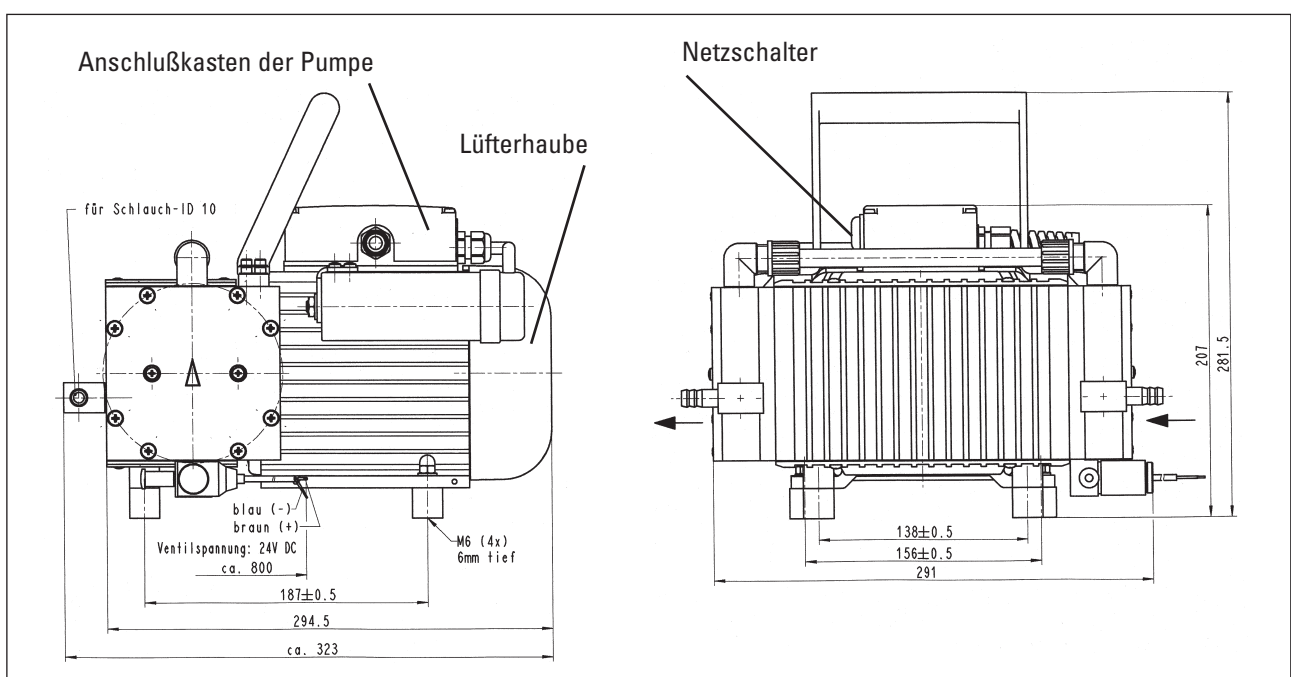

Abb. 1: Pumpe PM 16527-N 860.3-2.00
- Das Ventil ist an die Steuerungselektronik des Trocknungssystems (nicht im Lieferumfang enthalten) anzuschließen (siehe dazu Abb. 1).
- 2 Pumpe einschalten am Netzschalter der Pumpe (siehe Abb. 1).
- 4) Befestigungsschrauben der Lüfterhaube (siehe Abb. 1) lösen, Lüfterhaube abnehmen.